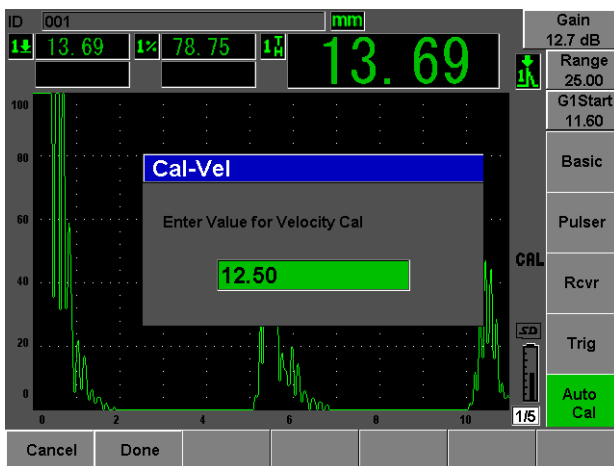

図 2-17 音速校正の値
14. ノブまたは矢印キーを使用して、表示されている値を適切な厚さに調整します。この例では、探触子を階段状試験片の 12.5 mm の段に当てます (49 ページ図 2-17 参照)。